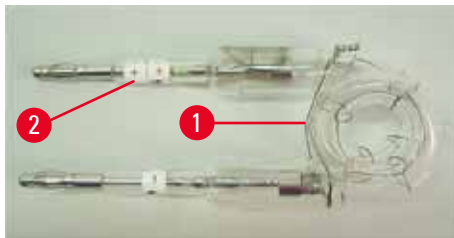
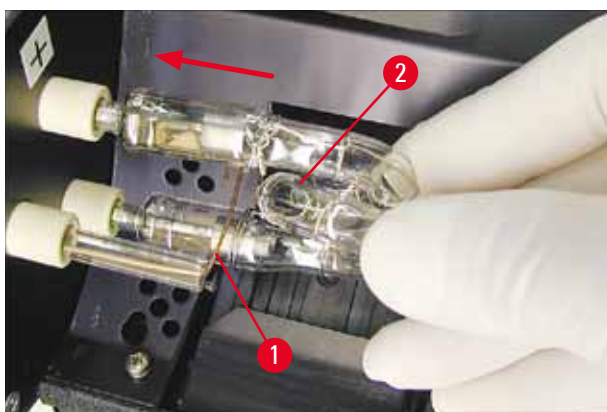

Fig. 18
Fig. 20
2. Inserire la nuova lampadina (→ "Fig. 18") nello zoccolo (→ "Fig. 17-3"); quindi spingerla delicatamente verso l'interno, fino a quando non si ferma (→ "Fig. 20") (il contrassegno della polarità (+) non deve più risultare visibile). Se necessario, muovere delicatamente la lampadina verso l'alto e verso il basso.